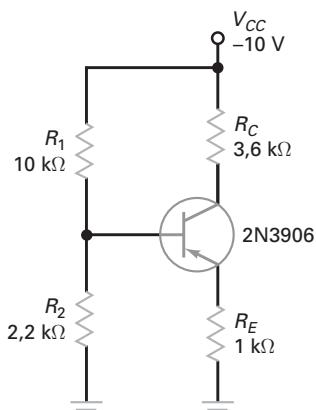

Figura 7-38
- 7-37** Qual é a tensão no emissor na Figura 7-38? E a tensão no coletor?